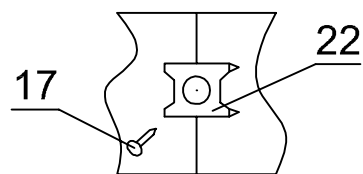

Рис.2 Соединение задних стенок
1. Задние стенки (12а, 12б) приколотить гвоздями (21) к боковине левой (1), дну (5) и крыше (4);
2. Задние стенки (13б) соединить между собой планками соединительными (23) и приколотить гвоздями (21) к боковине правой (2) и дну (5);
3. Заднюю стенку (13а) приколотить гвоздями (21) к боковине правой (2) и крыше (4);
4. Соединить между собой задние стенки (12а, 12б, 13а, 13б) при помощи скоб мебельных (22) и саморезов (17), скрепив их на перегородке (3) и полках (6, 9) (рис.2).